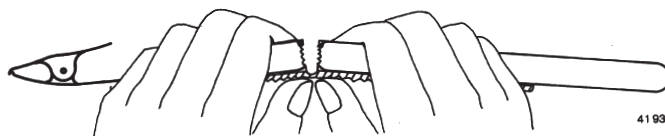

Fig. 2.1
- Pour ouvrir le tube, le prendre dans le sens opposé de la flèche et l'enfoncer dans le support jusqu'à faire reposer la moulure du tube sur la charnière. Le point rouge du tube doit être visible du côté ouvert du support. Tenir le tube dans son support avec son côté ouvert détourné du corps et le briser à la charnière (Fig. 2.1). Avec précaution sortir le tube brisé du support (Fig. 2.2).
- Para abrirlo, se inserta el tubito en el portatubito en dirección contraria a la flecha, hasta que su acanaladura descanse en la bisagra. En esta posición, el punto rojo del tubito ha de quedar visible en el lado abierto del portatubito. Romper el tubito contra la bisagra, manteniéndolo del lado abierto, junto con el portatubito, alejado del cuerpo (Fig. 2.1). Sacar con cuidado del portatubito las partes del tubito.